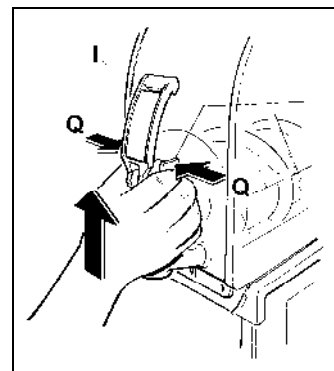

Fig. 16
- Appuyer en même temps sur les deux ailettes de blocage Q et soulever le robinet I pour l'extraire de son siège (voir fig.16).